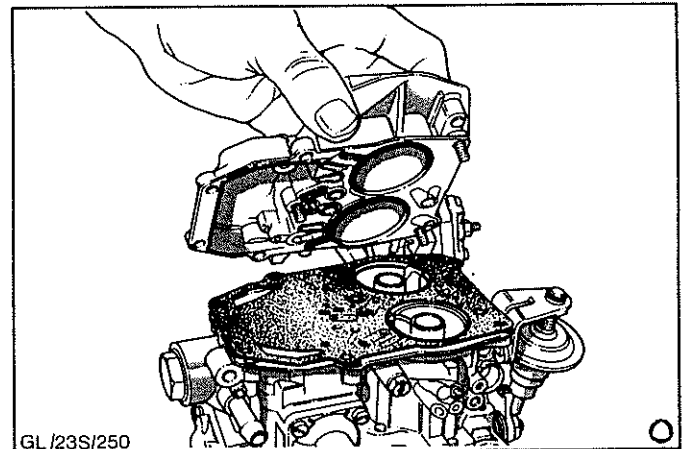

Abb.31 Vergaserdeckel abbauen
5. Schrauben (7) entfernen und Vergaserdeckel abheben. Verbindungsstange der Startautomatik aushängen, Abb.31.